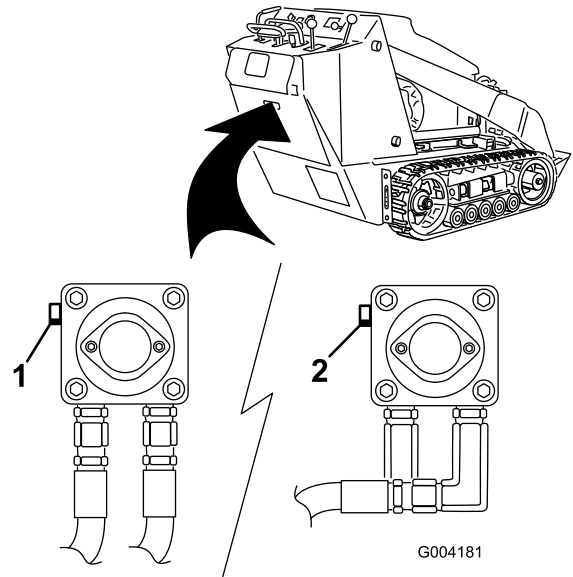

図 17
3. レンチを使って、油圧ポンプについている牽引バルブを左に2回転させる 図 17。